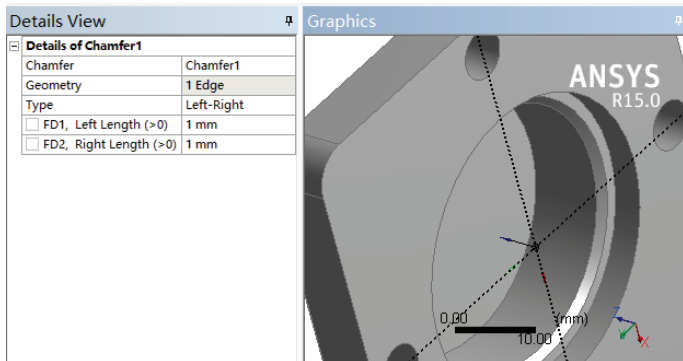

图 3-108 倒角后得到的模型
- 3) 单击 Generate，生成倒角，得到的图形如图 3-108 所示。